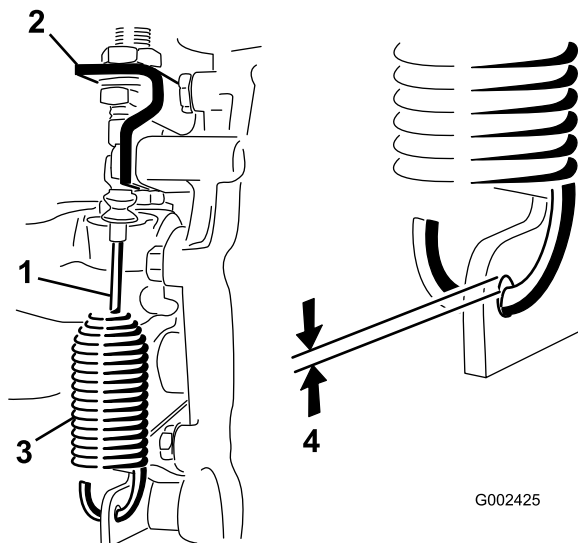

Figure 45
2. Desserrez les écrous de blocage qui fixent le câble de blocage du différentiel au support de la boîte-pont (**Figure 45**).